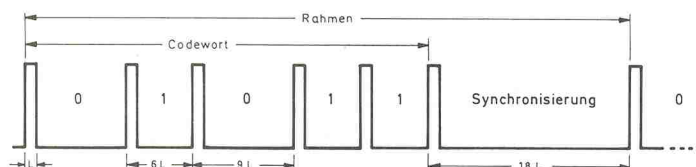

Bild 26. Typisches Ausgangssignal an Pin 3 des Sender-ICs SL490.
setzen das 5-Bit-Parallelwort in eine serielle Information um, die noch mit den Synchron-Bits versehen wird und an den Infrarot-LED-Treiber gelangt. Das an Anschluß 3 des ICs stehende Signal entspricht der in Bild 26 dargestellten Form. Eine invertierte Version dieses Signals steht an Anschluß 2 des ICs zur Verfügung.
Der Sender verwendet die sogenannte Puls-Position-Modulation (PPM), bei der jeder Rahmen aus 6 Impulsen fester Länge (L) besteht, wobei jedoch die Position oder der Abstand jedes Impulses von der Kode-Kombination des 5-Bit-Wortes abhängt. Speziell bei diesem IC beträgt der Abstand bei logisch 1 6 L, bei logisch 0 9 L und die Länge des Synchron-Bits 18 L, siehe Bild 26. Diese Impulse können sowohl als normales Rechtecksignal übertragen werden oder auch mit einem Trägersignal moduliert sein.